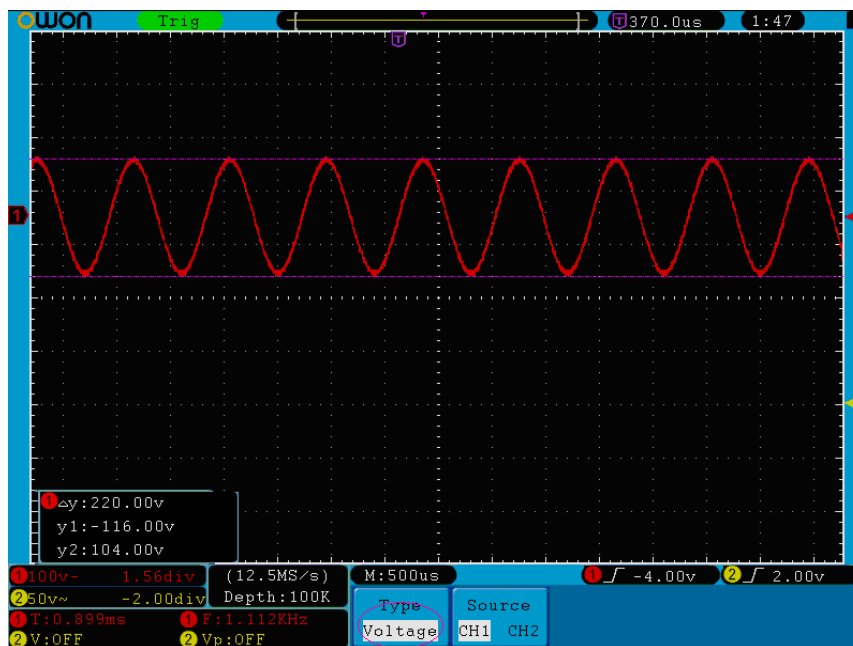

Figure 5-71 Ondulation de la mesure curseur voltage
4. Selon l'ondulation mesurée, ajuster les positions du curseur 1 et du curseur 2 en tournant le bouton **VERTICAL POSITION** de CH1 et CH2. La fenêtre d'augmentation du curseur en bas à gauche de l'ondulation montre la valeur absolue de la valeur D du curseur 1 et du curseur 2 et la position actuelle des deux curseurs (voir *Figure 5-71*).